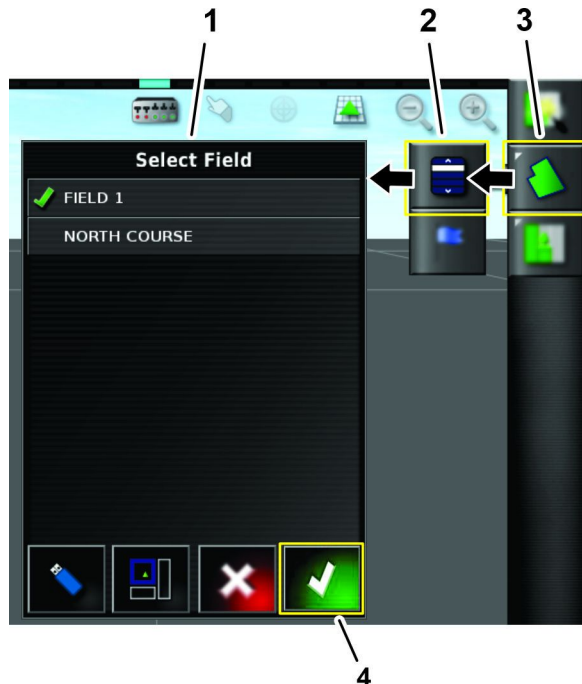

図 160
5. 現場メニューアイコンを押し、現場選択リストで現場を選び、承認アイコンを押す 図 160。
6. 現場選択リストの中で現場のアイコンを押す 図 160 新しい現場フィールドの作成 (ページ 20)を参照。